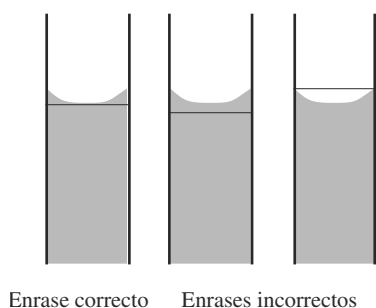

Figura 4
- 3 El enrase se hace tomando como indicador la parte baja del menisco (figura 4).
- 2 El enrase debe hacerse con sumo cuidado procurando que sea la parte baja del menisco la que quede a ras de la señal de aforo (figura 4).